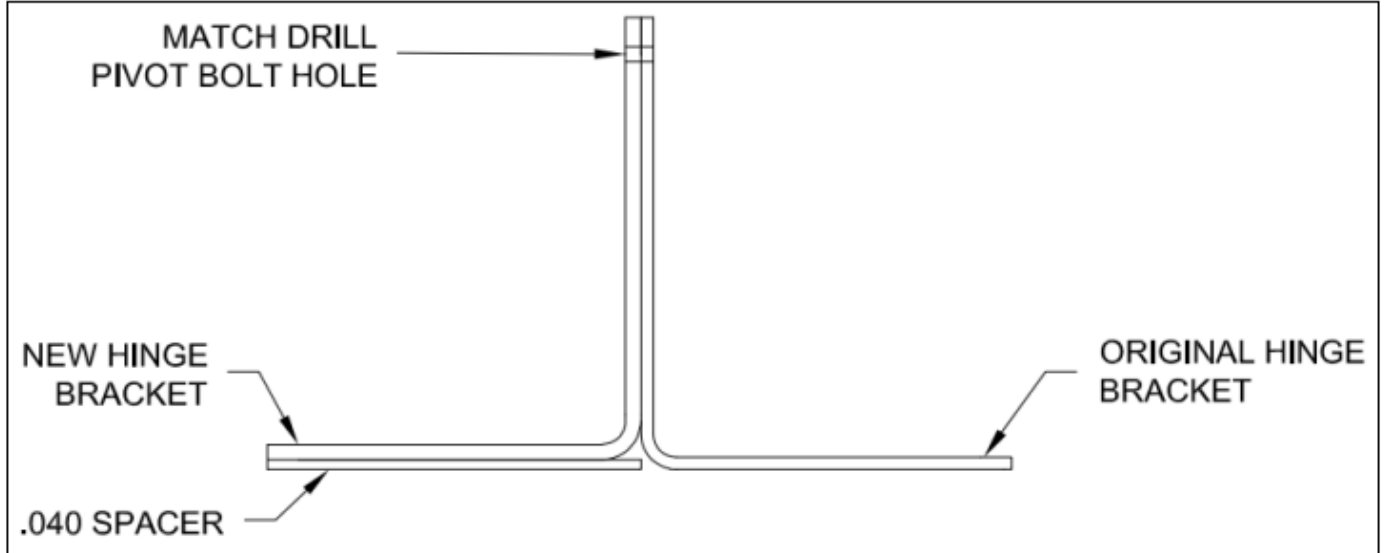

Figura 7 - Gabarito de Furação do Parafuso Pivô
Passo 37 (RV-6): Coloque um suporte de dobradiça HS-00717B e um espaçador de 0,040 de espessura, que é fabricado para se encaixar na mesma área do suporte de dobradiça, sobre uma superfície plana. Veja a Figura 7.
Passo 38 (RV-6): Prenda a aba triangular da montagem da chapa e do suporte da dobradiça HS-00717B em um suporte de dobradiça original correspondente. Veja a Figura 7.
Passo 39 (RV-6): Fure com a broca correspondente ao furo do parafuso pivotante AN3 que passa pela haste de acionamento (rod end, uniball) do profundor. Veja a Figura 7.